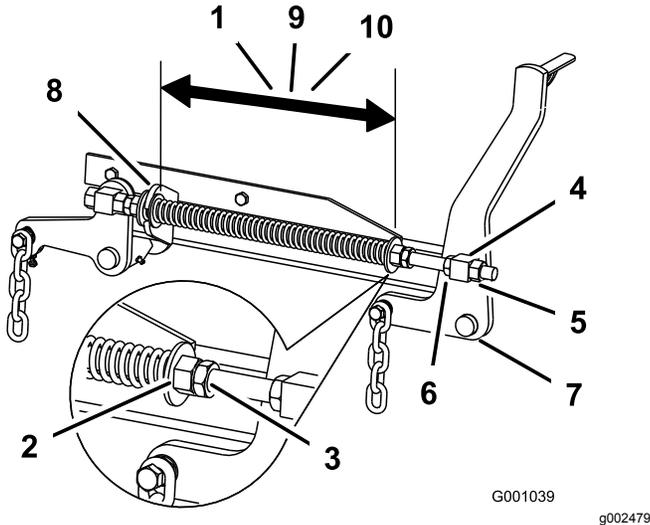

Figura 107
- Verificate la distanza tra le 2 rondelle grandi, deve essere pari a 28,2 cm per i piatti di taglio da 132 cm, 26,7 cm per i piatti di taglio da 152 cm, o 29,2 cm per i piatti di taglio da 183 cm (Figura 107).
- Regolate questa distanza allentando il controdado per molla e girando il dado davanti ad ogni molla (Figura 107).
- Bloccate il dado serrando il controdado della molla (Figura 107).